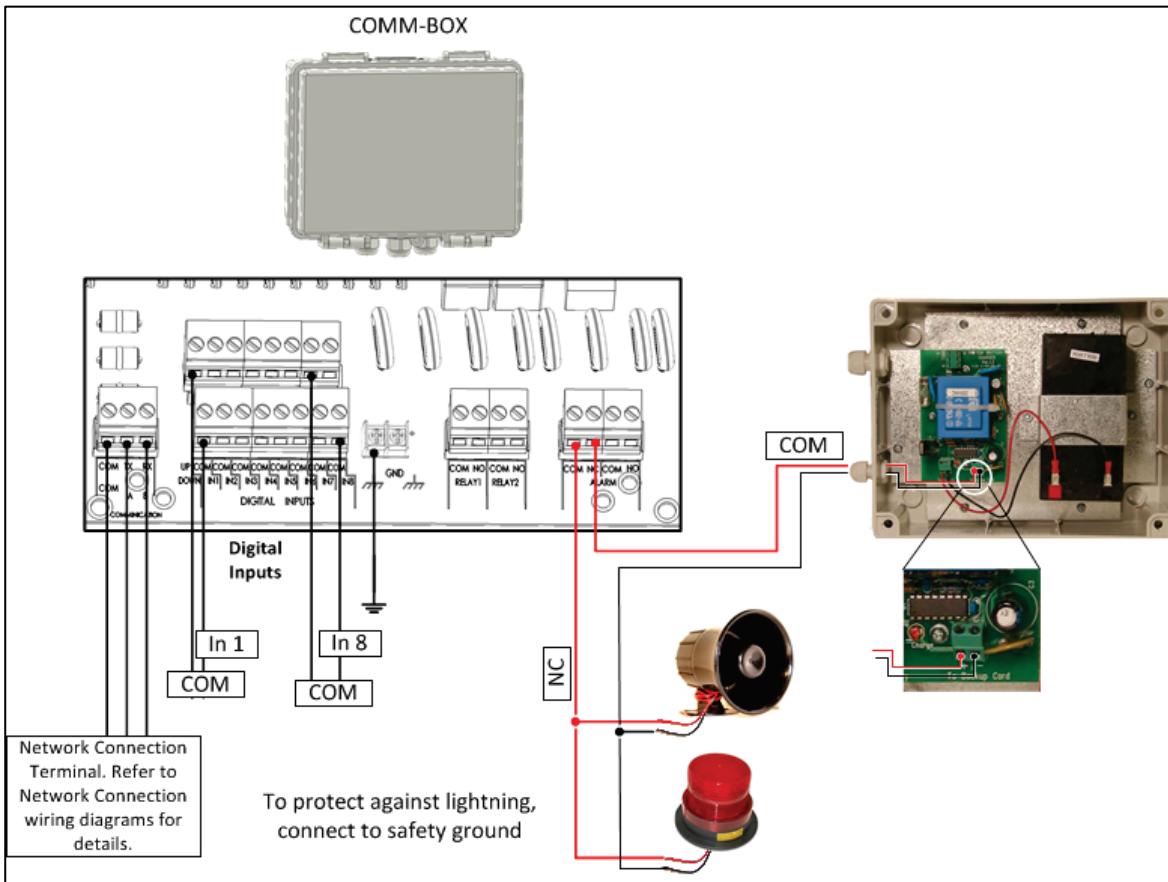

Figura 3: Diagrama de Cableado de la Caja de Comunicación Externa con ELS
2. Si es necesario, conecte la External Connection Box a los dispositivos externos y un sistema ELS (Figura 3).